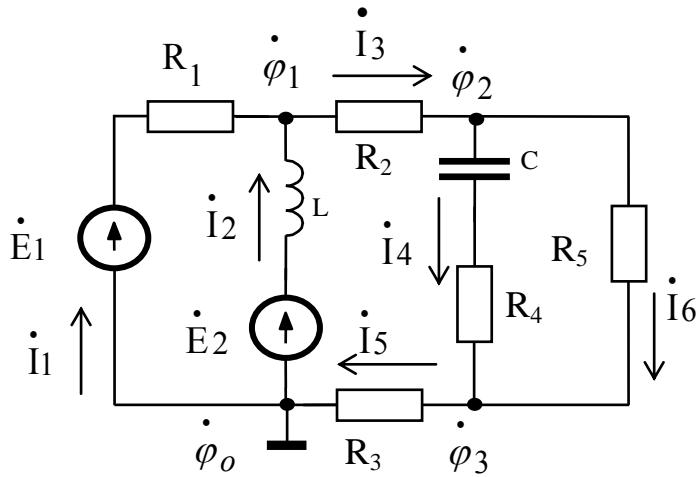

Рисунок 1
Для составления уравнений по законам Кирхгофа произвольно выбираем условно - положительные направления токов в ветвях и направления обхода контуров (см. рисунок 1).
В соответствии с выбранной нумерацией узлов (рис.1) система уравнений для расчета комплексов потенциалов узлов в общем виде представлена системой (15):
Комплексы действующих значений токов в ветвях схемы, после выбора их положительных направлений (рисунок 1), определяются выражениями:
Допустим, в задании требуется рассчитать ток $i_1(t)$ (рисунок 1). Схема для расчета напряжения U_{xx} имеет вид: